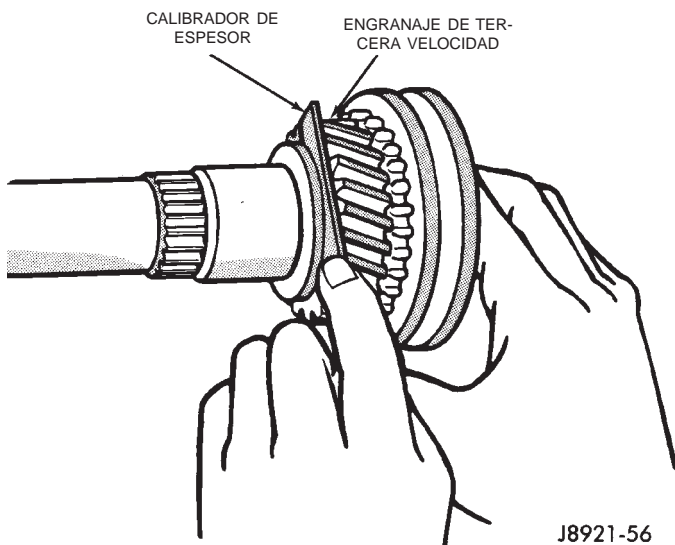

Fig. 110 Comprobación de holgura del engranaje de tercera velocidad
(9) Instale el anillo de muelle para fijar el sincronizador de 3-4 en el eje transmisor.
(10) Compruebe la holgura de empuje del engranaje de tercera velocidad con un calibrador de espesor (Fig. 110). La holgura debe ser de 0,10 - 0,25 mm (0,004 - 0,010 pulg.). Si la holgura no cumple con las